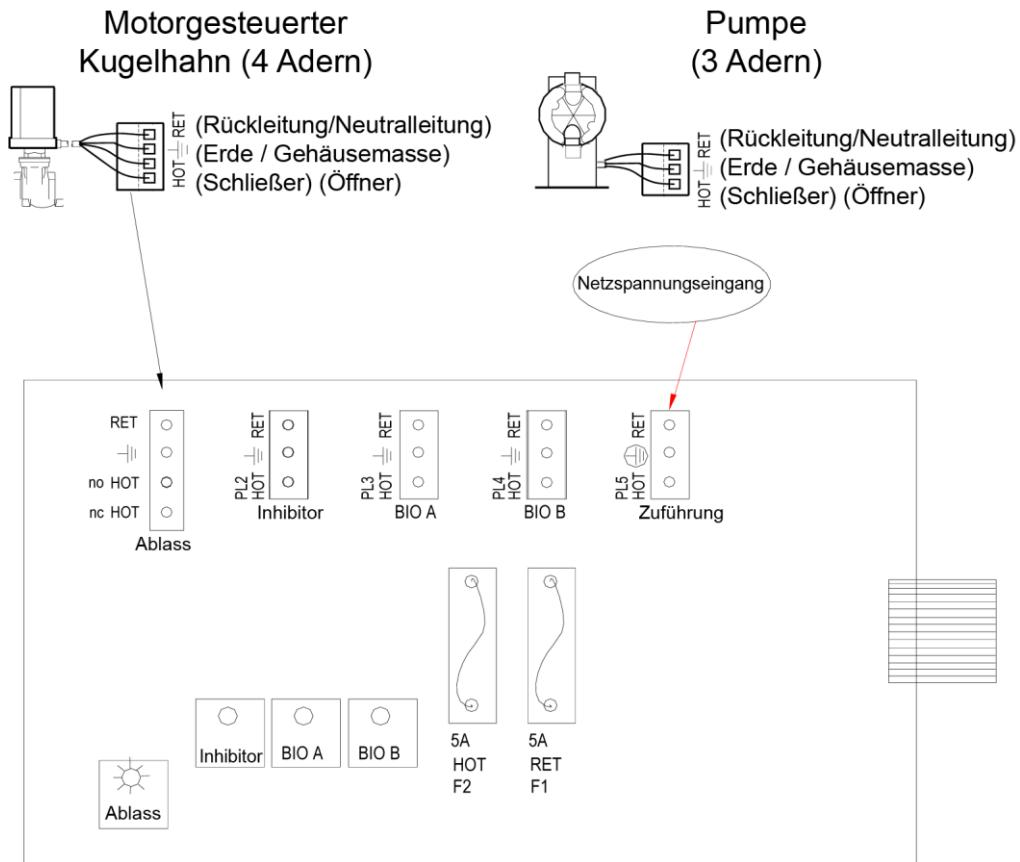

Abb. 6
Die elektronische Eingangsschaltung des MicroVision Controllers ist durch eine Sicherung sowohl am Neutralleingang als auch am Spannungseingang geschützt (austauschbare Sicherung für 5 A, siehe Abb. 6).
Controller mit Kabelrohren haben zur festen Verkabelung Öffnungen an den Kabelrohranschlüssen. Die Eingangs- und Ausgangsanschlüsse sind in Abb. 6
dargestellt. Verwenden Sie für die Kabelrohrstromversorgungs- und Lastanschlüsse nur Litzenkabel mit einem Querschnitt von 1,2 mm². Die Eingangsspannung wird an **PL5** auf der Relais-Platine (siehe Abb. 6) angeschlossen. Der obere Teil des Klemmenblocks ist abnehmbar, sodass die drei (3) Schrauben des Verbinders bequem zugänglich sind.
Die Niederspannungsanschlüsse befinden sich an der Niederspannungsseite (rechten Seite) der Platine (siehe Abb. 6).